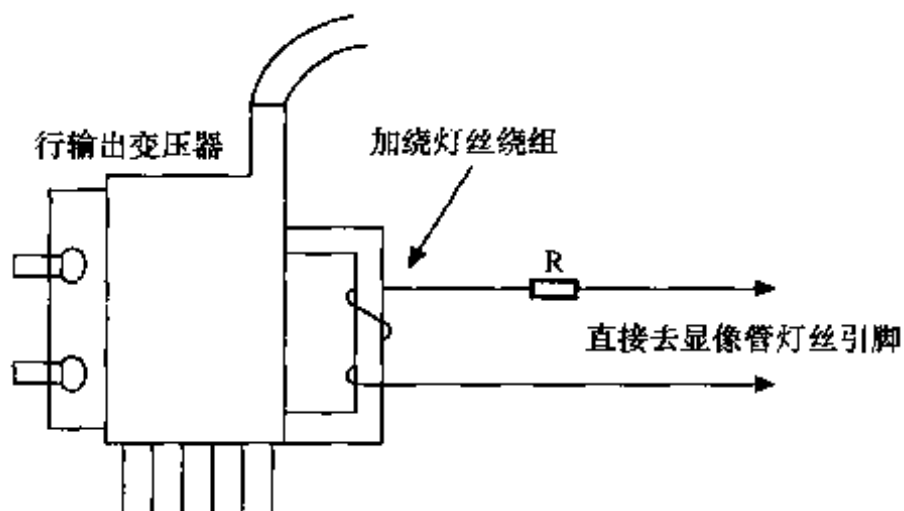

图 4-8 显像管灯丝悬浮供电电路
**方法与技巧** 若彩电显像管的某一个阴极与灯丝短路或漏电，可用壁纸刀将显像管管座上的两个灯丝供电脚与原电路断开，再用导线在行输出变压器的磁芯上绕 2~3 匝。线圈的两端与  $0.68\Omega/2W$  左右的电阻  $R$  串联后，焊接到管座上灯丝的引脚上。这样，因为线圈没有接地，所以它产生的脉冲电压通电阻  $R$  限流后，单独为显像管灯丝供电，即悬浮供电，这样就可以排除单一栅极与灯丝短路或漏电的故障。电路如图 4-8 所示。